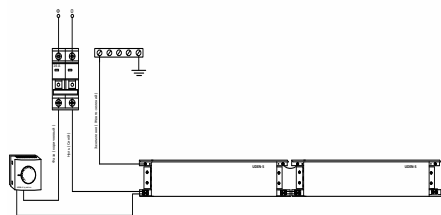

Abb. 4. Sockelanschlussplan
7.4.9 Der Thermostat muss von einem qualifizierten Elektriker angeschlossen werden, nach dem Schema in **Abb. 4**. Schließen Sie den Thermostat nach dem Anschließen mit einem Deckel und kalibrieren Sie die Temperatur, indem Sie das Thermorelais auslösen.